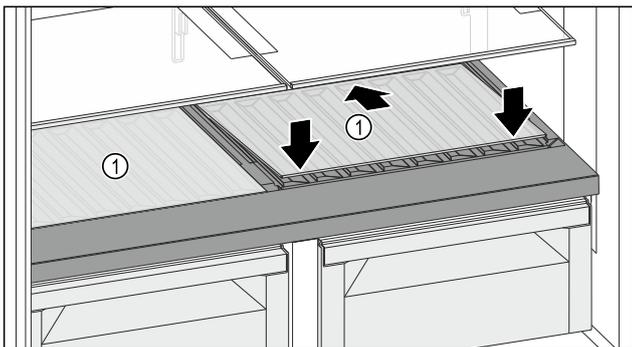

Fig. 126
- Placer la plaque de verre Fig. 126 (1) en biais et inclinée vers le bas.
- Abaisser l'avant de la plaque de verre Fig. 126 (1).